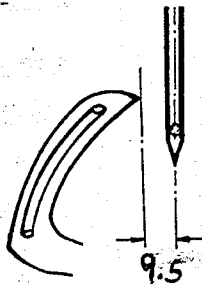

Fig. 1
Zur bequemeren Einstellung entferne Drückfuß, Stichplatte und Transporteur. Setze den Fadengreifer in den Greiferhebel ein. Der Greifer ist so einzustellen, daß der Abstand von Nadelmitte zur Greiferspitze 9,5 mm \approx $3/8$ " beträgt und zwar bei Beginn der Nadelstangenaufwärtsbewegung (Fig. 1). Dieser Abstand läßt sich nach Lösen der Mutter am rechten Schenkel des Greiferhebels durch Verschieben der Kugelschraube im Langloch ändern. Bei der Bewegung nach rechts muß der Greifer dicht an der Rückseite der Nadel vorbeigehen, ohne diese zu berühren. Dazu wird der Greiferhebel auf seiner Achse nach Lösen der beiden Schrauben seitlich verschoben.
For convenient access, remove the presser foot, throat plate and feed dog. Insert the looper into the looper rocker. Set the looper so that the distance from the centre line of the needle to the point of the looper is 9,5 mm \approx $3/8$ " in the lowest position of needle bar just before moving upwards (Fig. 1). Therefore loosen the nut at right side of looper rocker and replace the ball stud till the specified dimension be obtained. As the looper moves to the right, its point should pass behind the needle as close as possible without contacting it. Adjustment can be made by loosening the fastening screws of looper rocker and replacing the looper rocker axially till this adjustment be obtained.
Bei Verwendung von Leinengarn ist der Nadelfaden nach Fig. 1 der Einfädelanleitung einzufädeln.
Die Stichlänge ist entsprechend der Kettelgarnstärke nach Lösen der Mutter Teil-Nr. HA 18 A (Fig. 3) einzustellen. Verstellen der Schwinge nach unten ergibt größere, Verstellen nach oben kleinere Stichlänge. Der Obertransport ist dann entsprechend an der Schwinge einzustellen. Verstellen nach hinten größerer Stich, nach vorn kleinerer Stich. (Fig. 1 u. 4).
Die Maschine ist für eine Naht mit Stichlochbindung (Fig. 1) eingestellt. Sollten Sie Kantenbindung wünschen, so können Sie diese Naht durch Herausnehmen des Nadelfadens aus der ersten Nadelfadenspannung (A) erreichen. (Fig. 4). Der Kettelfaden wird dann in diese Spannung (A) eingelegt (Fig. 4). Evtl. ist noch ein ausregulieren notwendig, damit der Nadel-faden sauber an der Kante liegt.